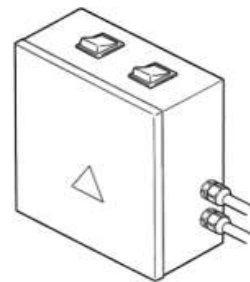

Figura 8 Quadri elettrici trifase e monofase.
- il senso di rotazione del ventilatore/i sia quello indicato dalla freccia sulla girante (**Figura 8**);